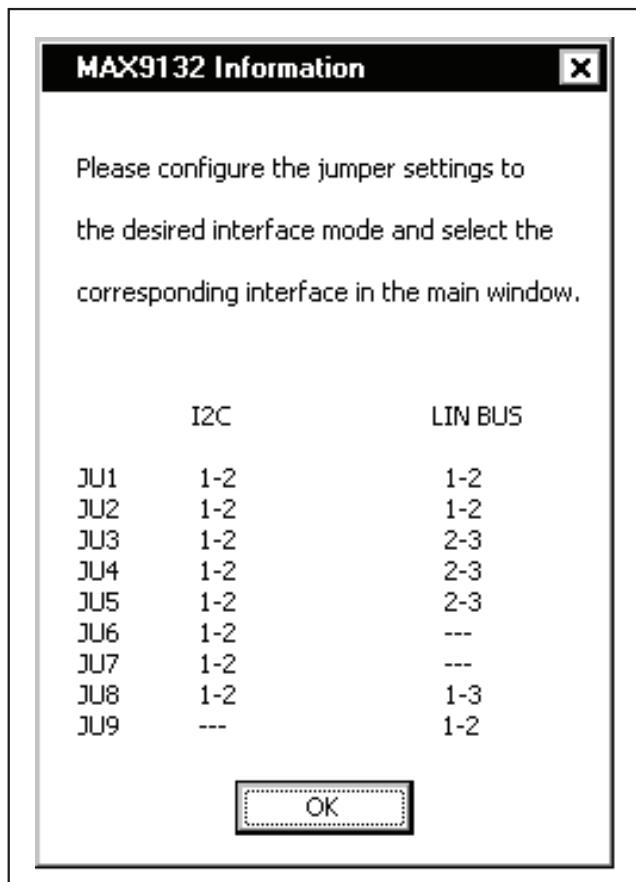
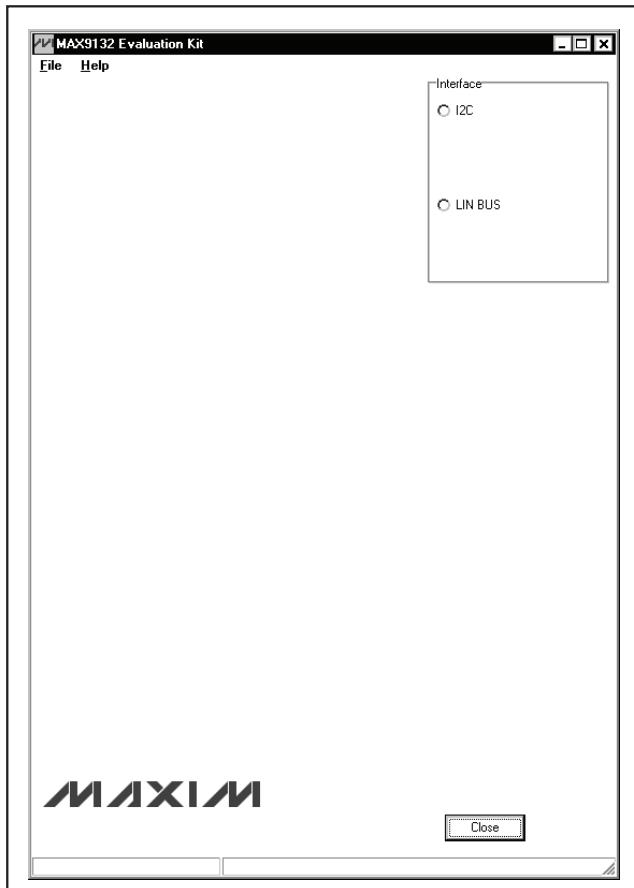

図1. MAX9132 Informationウィンドウ
図2. MAX9132のEVキットソフトウェアのメインウィンドウ
- スタート|すべてのプログラムメニューのアイコンを選択し、EVキットソフトウェアを起動します。先に進む前に、適切なジャンパの設定を促す、MAX9132 Informationウィンドウが表示されます(図1)。OKボタンをクリックします。すると、EVキットソフトウェアのメインウィンドウは、図2に示す表示になります。